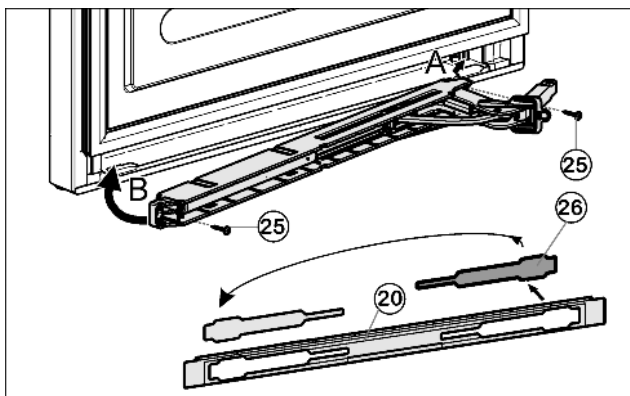

Fig. 13
- ▶ Wyjąć osłonę Fig. 13 (26) z zaślepki Fig. 13 (20) i założyć po przeciwnej stronie.
- ▶ Zacząć zespół amortyzatora zamykania z przegubem po stronie zawiasu (A) i założyć (B).
- ▶ Dokręcić amortyzator zamykania drzwi (2 razy Torx® 15) Fig. 13 (25).